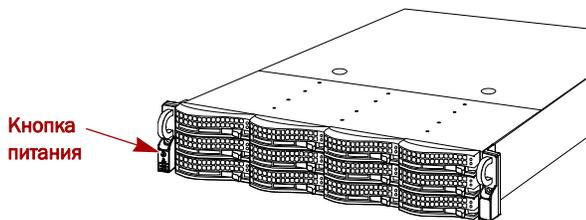

Рисунок 16. Кнопка питания слева
Чтобы **ВКЛЮЧИТЬ** модуль расширения, нажмите кнопку питания (Рис. 16) и удерживайте ее более одной (1) секунды.